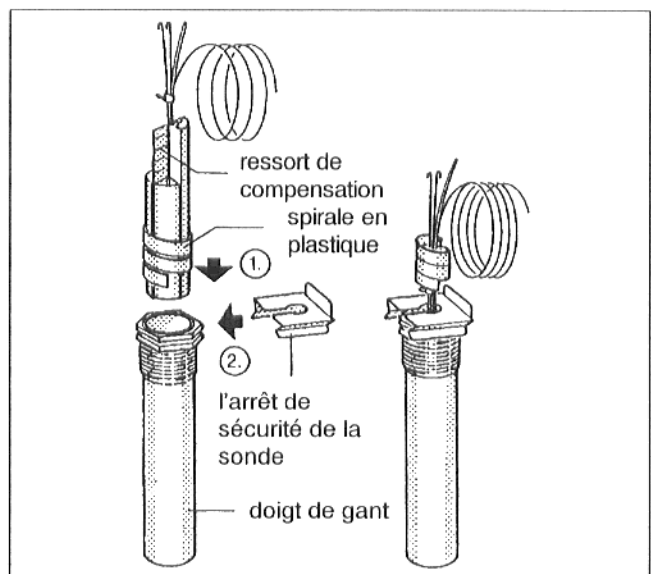

Fig. 21
- La spirale en plastique – destinée à maintenir la sonde en place – se retire automatiquement lors de l'introduction (Fig. 21).
Le ressort de compensation destiné à assurer le contact entre les surfaces de la sonde et le doigt de gant et garantir ainsi un transfert correct de la température doit être inséré entre les sondes (Fig. 21).
- Pousser l'arrêt de sécurité de la sonde par le côté ou par le haut sur le dessus du doigt de gant (Fig. 21).